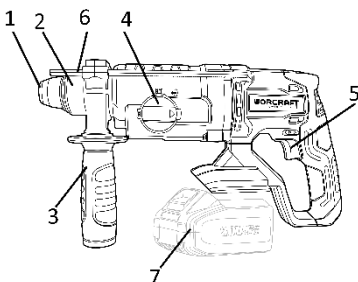

Рисунок 1
4.1 Після під'єднання акумуляторної батареї (продається окремо!), виберіть необхідний режим роботи виробу за допомогою перемикача (4) (див. рисунок 1).
4.2 Для ввімкнення виробу натисніть на курок вимикача (5) (рис.1). Для відключення виробу слід курок відпустити.